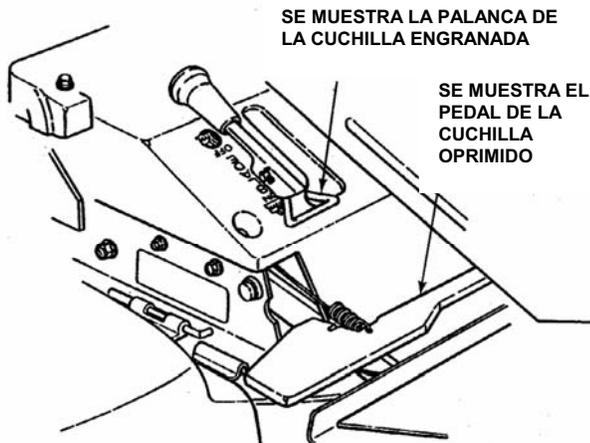

FIGURE 2.10
2. Amenez le levier d'embrayage de la lame en position embrayée (ON) puis enfoncez la pédale d'embrayage de la lame pour maintenir le levier dans sa position. Voir figure 2.10.